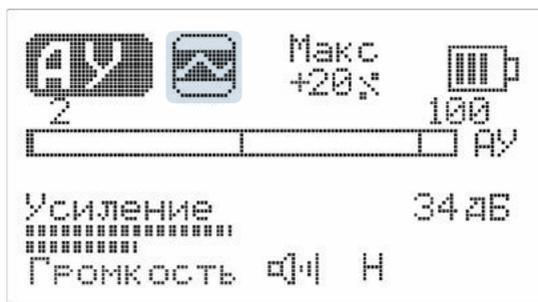

Рисунок 7 – Индикация «Подавление шума» в основном экране
4.6.2.5 Строка «Подавление шума». После активации этого режима в основном экране появляется соответствующий значок (Рис. 7). Включение режима «Подавление шума» подавляет сигналы меньше 10...15 % максимального значения шкалы, подчеркивая полезный сигнал.